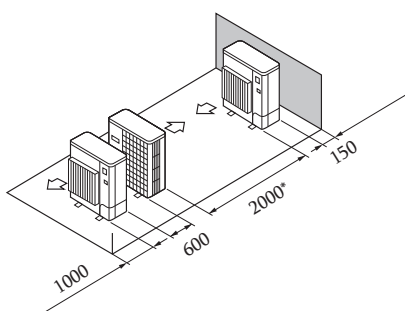

Fig. 2-17
- ⑤ Բլոկների դասավորությունը մեկ հորիզոնական շարքով (Fig. 2-17)